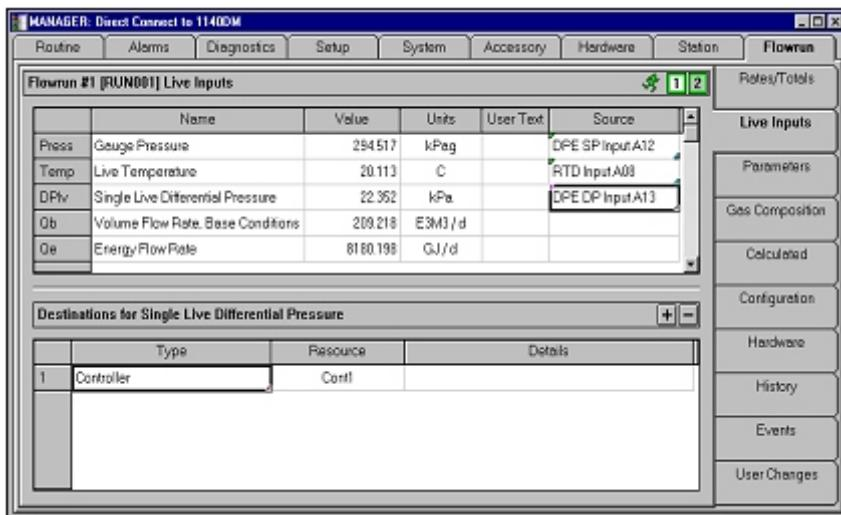

Figure 2 Flowrun and Live Inputs tabs selected/Sélection des onglets Flowrun et Live Inputs
1. Click the *Flowrun* tab. (Refer to figure 2)
1. Cliquer sur l’onglet *Flowrun*. (Voir la figure 2)